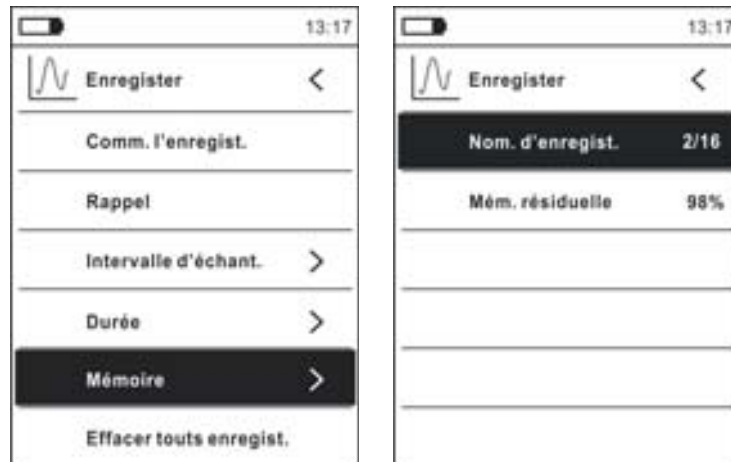

Fig. 41: Fonction data logger – Contenu mémoire
23. Sélectionner la rubrique « Mémoire » (voir Fig. 41 – partie gauche) et appuyer sur la touche ►. La page-écran Fig. 41 – partie droite s'affiche à l'écran